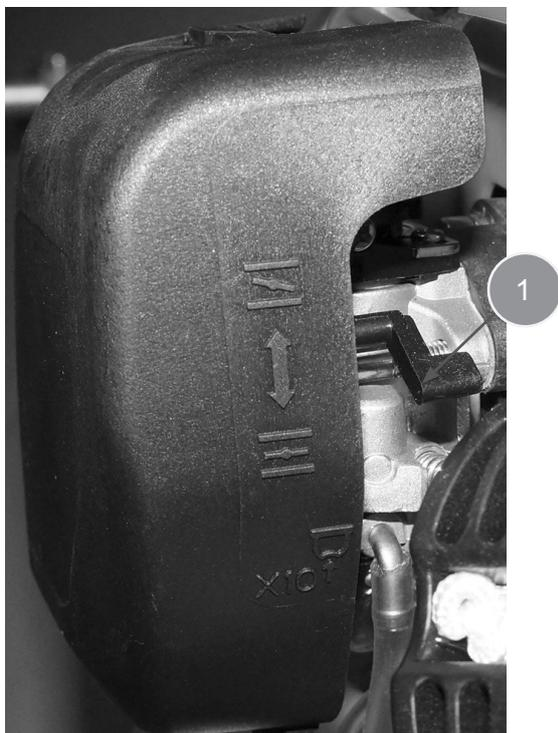

Рис.7
4. Закройте воздушную заслонку. Для этого рычаг заслонки 1 поднимите вверх (Рис.7).